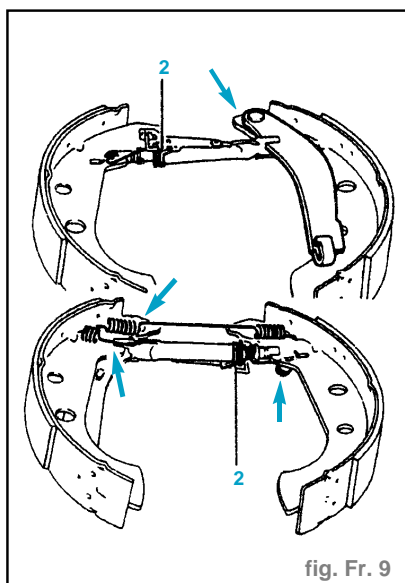

fig. Fr. 9
- Mettre en place (fig. Fr. 9) :
Attention : Positionner correctement le levier (2) du système de rattrapage (fig. Fr. 9).